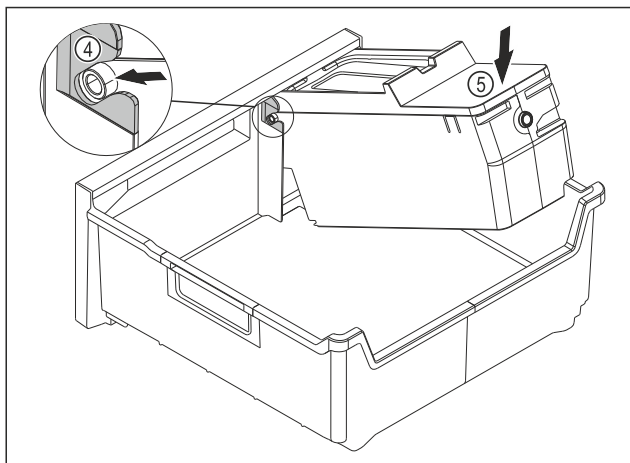

Fig. 87
- Monter hoveddelen til EasyTwist-Ice: Sett akselen til hoveddelen til EasyTwist-Ice inn i skinnene Fig. 87 (4).
- Trykk hoveddelen til EasyTwist-Ice Fig. 87 (5) bakover.